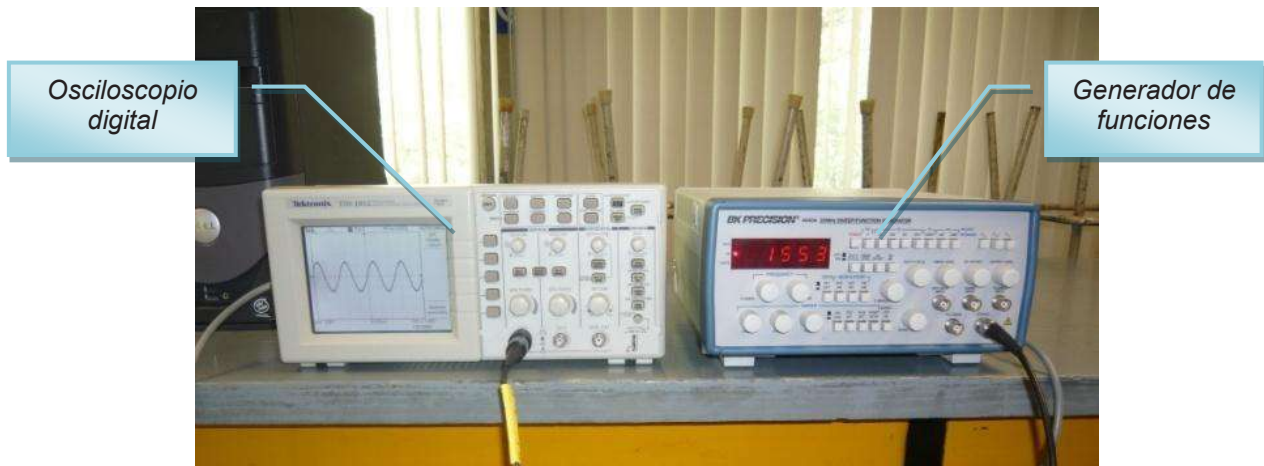

Figura 6.8 Conexión del generador de señales al osciloscopio
- b) Conecte la señal de salida (50Ω) del generador de señales a la entrada del osciloscopio, como se muestra en la figura 6.8.